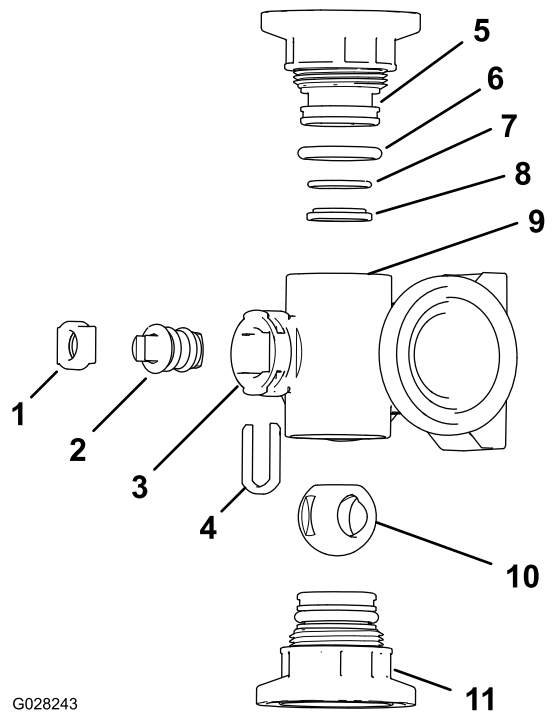

Bild 72
2. Nehmen Sie die zwei Endkappen-Anschlussstücke von jedem Ende des Verteilergehäuses ab (**Bild 72** und **Bild 73**).
- Nehmen Sie den Schafthalter aus den Schlitzen im Schaftanschluss im Verteiler heraus (Bild 72 und Bild 73).
- Nehmen Sie den Schafthalter und den Ventilschaftsockel aus dem Verteiler heraus (Bild 72 und Bild 73).
- Fassen Sie in das Verteilergehäuse und nehmen Sie den Ventilschaft heraus (Bild 72 und Bild 73).
- Überprüfen Sie den Zustand der O-Ringe des Auslaufanschlussstücks (nur Abschnittventilverteiler), der Endkappen-O-Ringe, der hinteren O-Ringe und den Kugelsockel auf Beschädigungen oder Abnutzung (Bild 72 and Bild 73).
- Fetten Sie den Ventilschaft ein und setzen ihn in den Ventilschaftsockel (Bild 72 und Bild 73) ein.
- Setzen Sie den Ventilschaft und den Sockel in den Verteiler und befestigen Sie den Schaft und den Sockel mit dem Schafthalter (Bild 72 und Bild 73).
- Stellen Sie sicher, dass die hinteren O-Ringe und der Kugelsockel ausgefluchtet sind und im Endkappen-Anschlussstück sitzen (Bild 72 und Bild 73).
- Bringen Sie das Endkappen-Anschlussstück am Verteilergehäuse an, bis der Flansch des Endkappen-Anschlussstücks das Verteilergehäuse berührt (Bild 72 und Bild 73), drehen Sie das Endkappen-Anschlussstück dann um eine weitere Achtel- oder Vierteldrehung und ziehen es bis auf 2,26-2,82 N·m an.